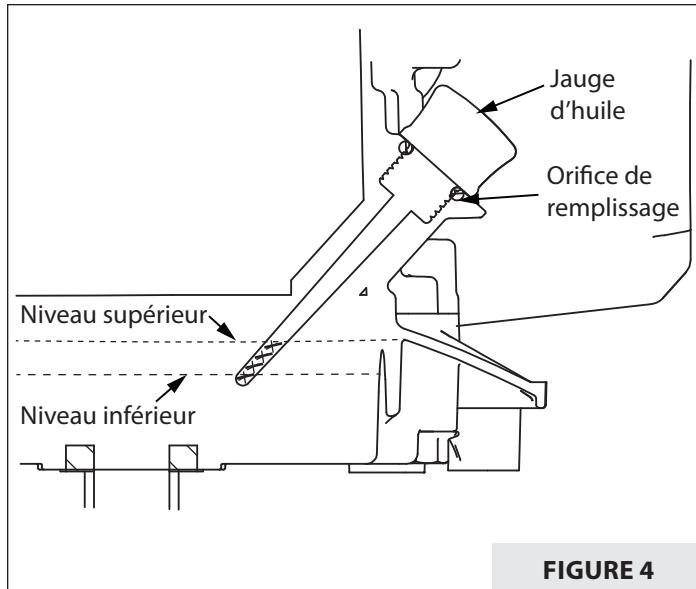

FIGURE 4
1. Retirer la jauge d'huile. Remplir le carter jusqu'au repère de remplissage **MAXIMUM** sur la jauge. **NE PAS TROP REMPLIR.** **VOIR FIGURE 4.**